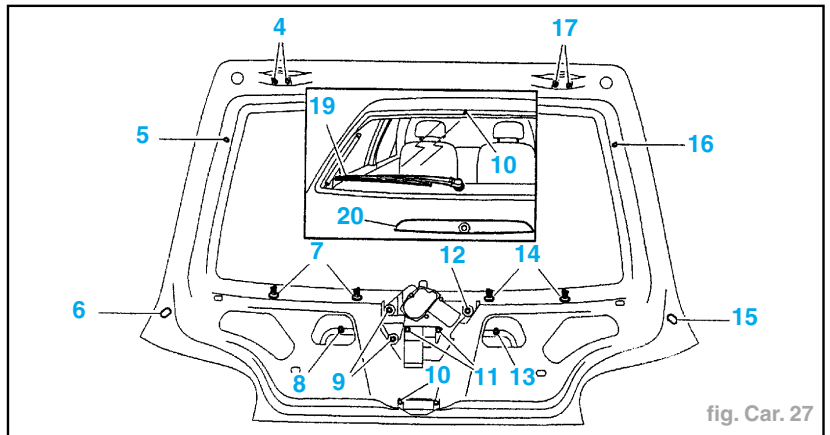

fig. Car. 27
- Déposer (fig. Car. 27) :
- le bras-raclette d'essui-vitre (19),
- le gicleur de lave-vitre (18),
- la poignée bandeau (20) (vis (8) et (13)),
- le moteur essui-vitre (vis (9) et (12)),
- la serrure et son moteur (vis (11)),
- la gâche (vis (10)),
- les butées caoutchouc (6) et (15),
- les agrafes de faisceaux (7) et (14),
- les fixations de cordon de tablette (5) et (16),
- les charnons (vis (4) et (17)).